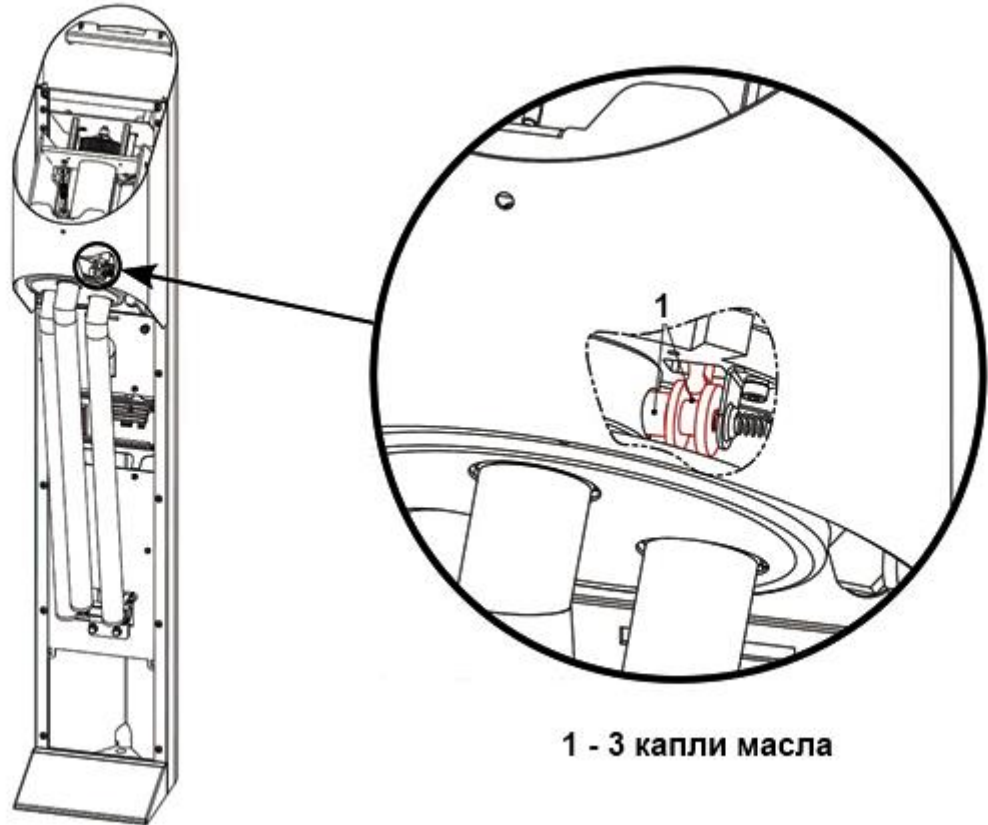

Рисунок 26 – Места соединения фиксатора и кулачка разблокировки планок (центральная стойка турникета)
3.7.5 Рисунок 26 – смазать места соединения фиксатора и кулачка разблокировки планок (центральная стойка турникета).
Операцию необходимо проделать для всех планок, проворачивая диск. Рисунок 26 – отверстие показано условно.